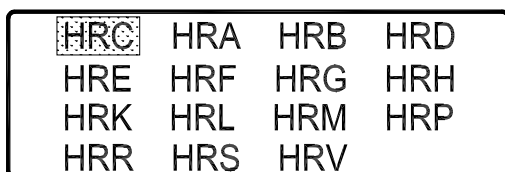

图 1
4. 开始修正。在初始菜单状态下，依次、连续按“ENTER”、“ENTER”、“ ”、“ENTER”键，此时出现图 1 画面，表示进入修正状态。
9. 按“MENU”，画面返回到图 1，可以选择进行其他标尺的修正。